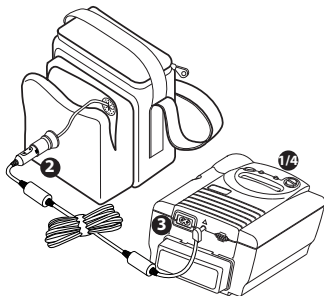

Рис. 5. Подключение шнура питания постоянного тока
2. Подключите адаптер шнура питания постоянного тока к гнезду блока аккумуляторов. См. рис. 5.